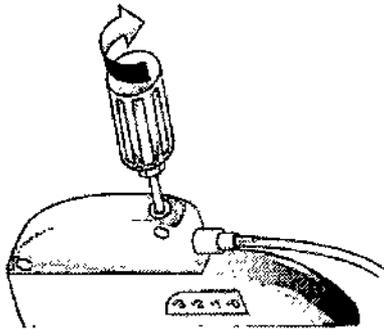

Figura 4. Apriete el tornillo de fijación en el botón de silicona, girándolo hacia la derecha hasta que la llave dinamométrica haga clic.
5. Introduzca completamente la llave dinamométrica en el botón de silicona del bloque de conexión y apriete el tornillo de fijación girándolo hacia la derecha hasta que la llave dinamométrica haga clic (Figura 4).
Nota: La llave dinamométrica debe estar orientada en el mismo ángulo que el tornillo de fijación (Figura 4).